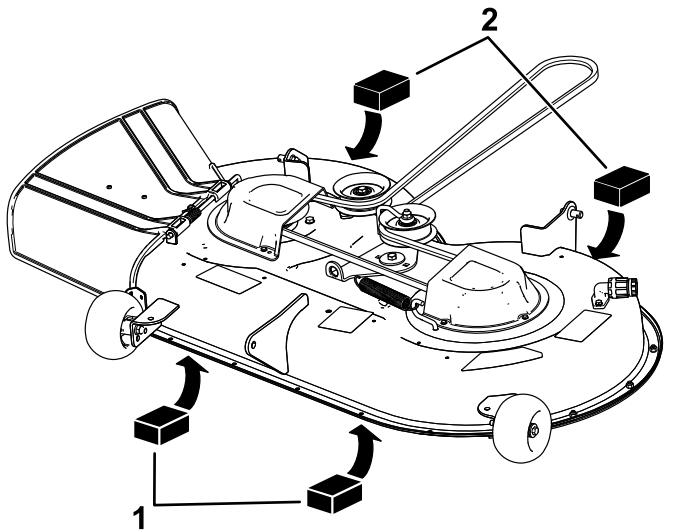

Figure 63
4. Placez deux cales de 6,6 cm (2 $\frac{5}{8}$  po) d'épaisseur chacune sous chaque côté du bord avant du tablier de coupe, mais pas sous les supports des galets anti-scalp (Figure 63).
5. Placez deux cales de 7,3 cm (2 $\frac{7}{8}$  po) d'épaisseur chacune sous le bord arrière de la jupe du tablier de coupe, une de chaque côté (Figure 63).